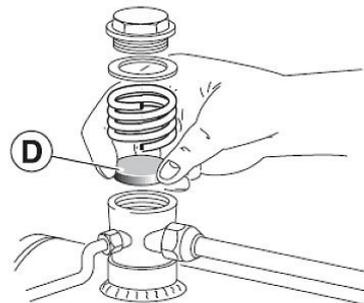

Abb. 20: Dichtelement im Rückschlagventil
Schritt 2: Überprüfen Sie das Rückschlagventil und wechseln Sie das Dichtungselement (Pos. D, Abb. 20) gegebenenfalls aus.